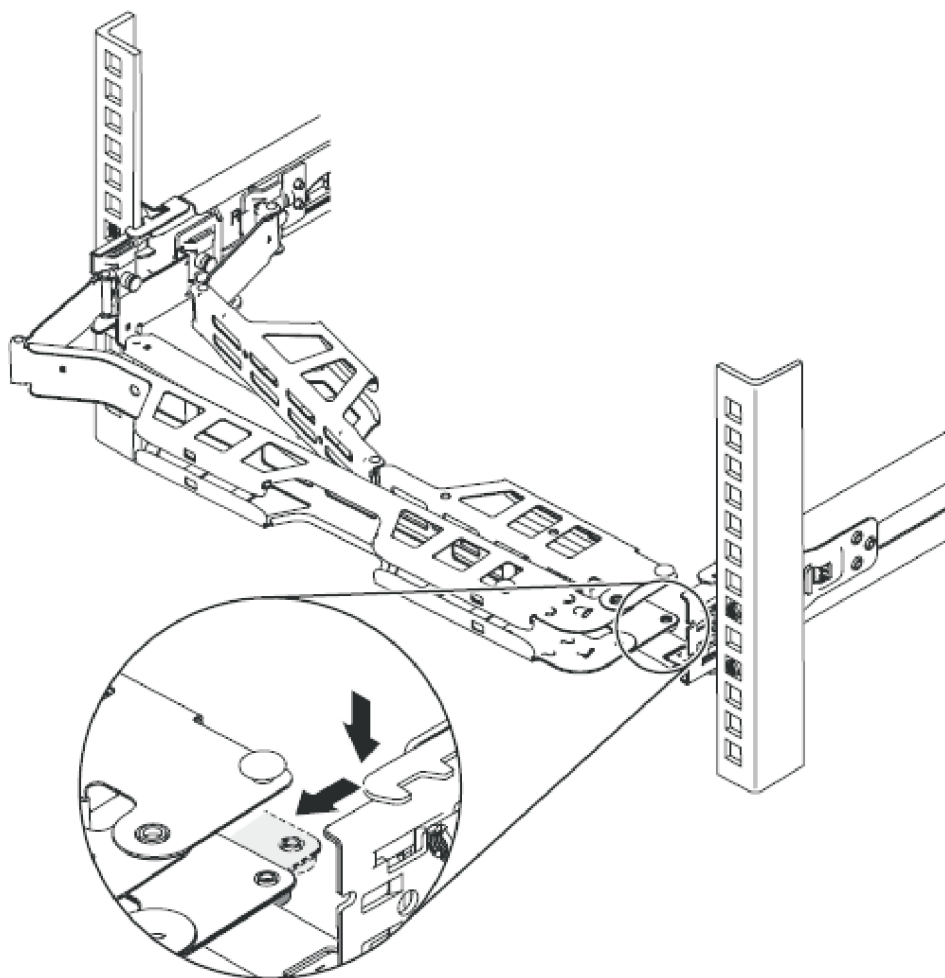

Figura 39. Ajustando o local do suporte para organização de cabos
3. Ajuste o local do suporte para organização de cabos conforme mostrado na Figura 39 na página 52.